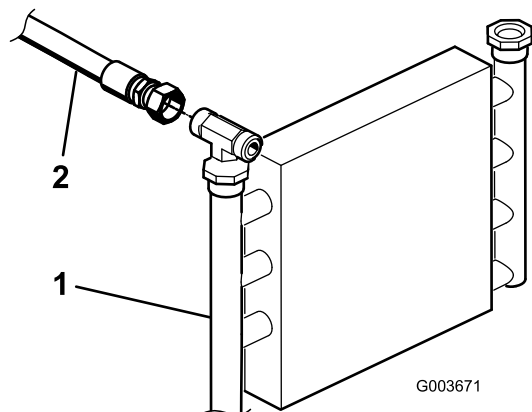

Рисунок 13
1. Найдите гидравлическую трубу, которая проходит от маслоохладителя к существующему подъемному клапану (Рисунок 13). Снимите детали крепления
2. Отсоедините и снимите гидравлическую трубу с маслоохладителя и подъемного клапана (Рисунок 13).